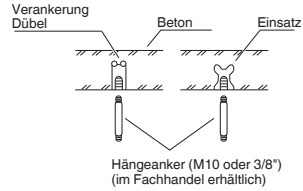

Abb. 3-73
- Die Hängeanker einsetzen, wie in Abb. 3-73 gezeigt
- Die Hängeanker hineindrehen, wobei diese aus der Decke herausragen müssen, wie in Abb. 3-73 gezeigt. (Nötigenfalls muss die Deckenverkleidung modifiziert werden.)